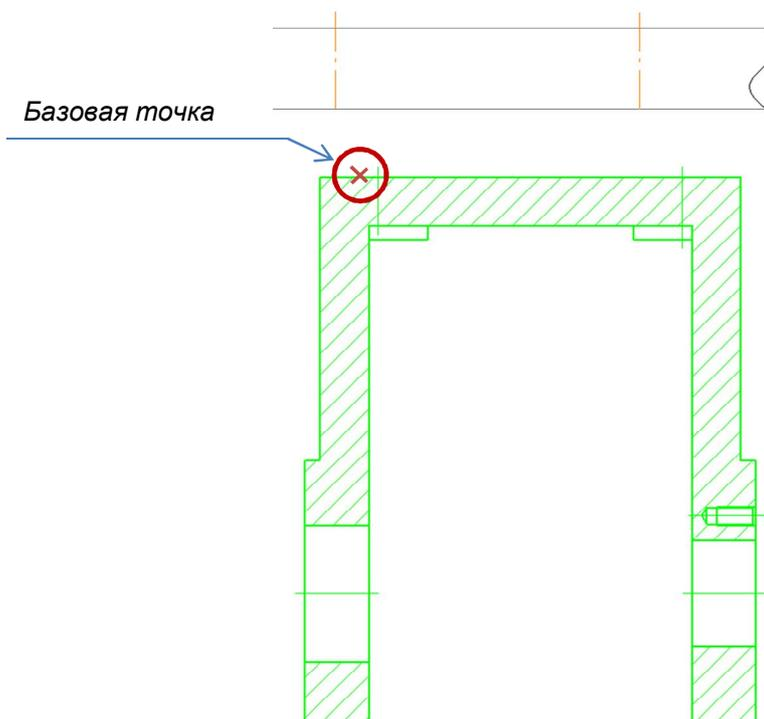

Рис. 4.4. Положение изображения детали «Кронштейн» после зеркального отображения
- Выберите команду «Симметрия»  на панели «Редактирование» и зеркально отобразите изображение (рис. 4.4).